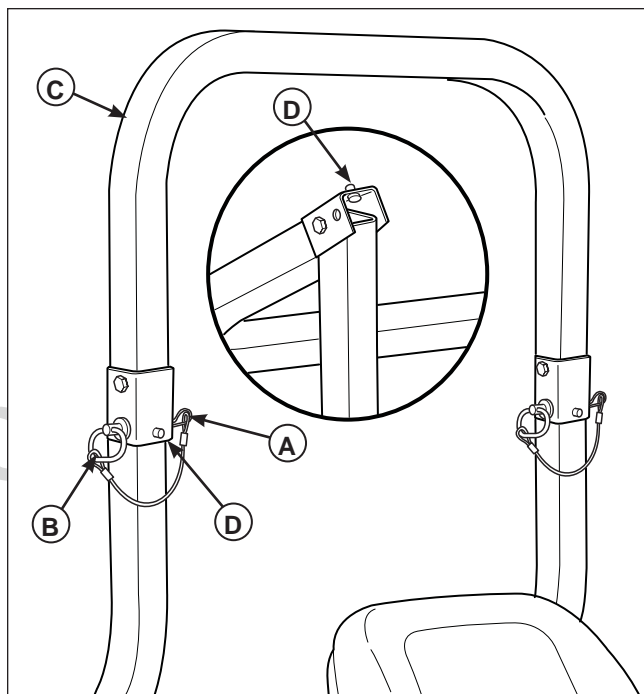

Figura 7. Levantar y bajar la barra antivuelco
1. Jale las horquillas (A, Figura 7) fuera de los pines de retención (B).
2. Empuje o jale la parte superior de la barra antivuelco (C) hacia adelante, contra los topes de caucho (D), y quite los pines de retención (B).
3. Baje la barra antivuelco hasta la posición inferior (consulte el inserto, Figura 7).